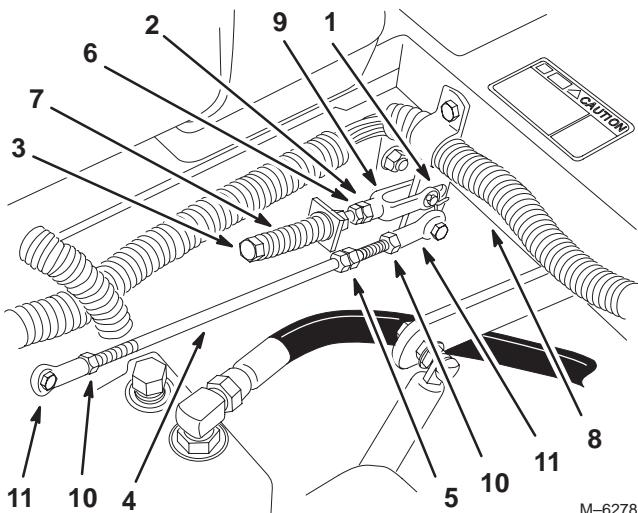

Figure 56
5. Placez le levier au point mort, **sans le verrouiller** (Fig. 56).
6. Tirez-le ensuite en arrière jusqu'à ce que l'axe de chape (situé sur le bras au-dessous de l'axe de pivot) touche l'extrémité de la fente (c.-à-d. commence juste à appuyer sur le ressort) (Fig. 56).
8. Si un réglage s'impose, desserrez l'écrou et l'écrou de blocage vissés contre la chape (Fig. 56).
10. Serrez l'écrou et l'écrou de blocage (Fig. 56).
1. Desserrez les contre-écrous sur les rotules de la tige de commande de la pompe (Fig. 56).
3. Réglez la longueur de la tige de pompe en tournant les doubles écrous dans le sens voulu, jusqu'à ce que la roue soit immobilisée ou tourne légèrement en marche arrière (Fig. 56).
6. Serrez les contre-écrous contre les rotules (Fig. 56).